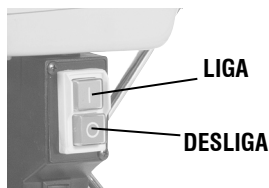

Fig. 12 – Interruptor eletromagnético
Pressione o botão verde do interruptor (I) para ligar a furadeira e pressione o botão vermelho (O) para desligar, Fig.12. Em caso de queda ou falta de energia durante o uso, o interruptor do equipamento desligará automaticamente. Após o restabelecimento da energia, o interruptor deve ser religado.